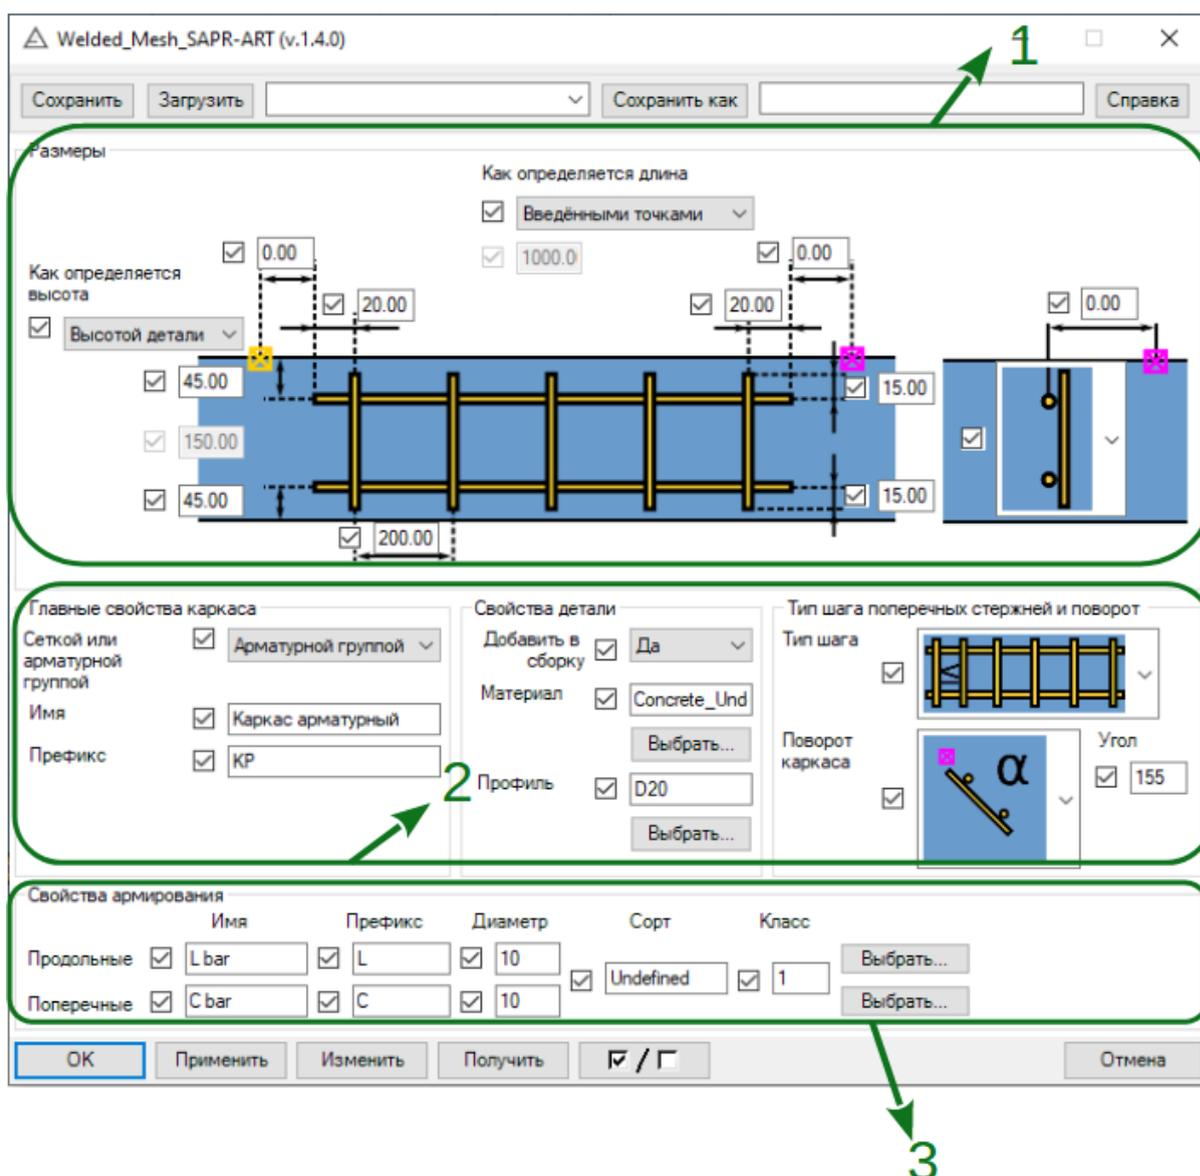

Рис. 2. Главное окно плагина
В главном окне плагина есть представлены следующие группы настроек (см. рис. 2):
1. Группы **“Размеры”** - размеры для сварной сетки или изменения защитных слоёв (см. рис. 2 область 1)
2. Группы настроек **“Главные свойства каркаса”**, **“Свойства деталей”**, **“Тип шага поперечных стержней и поворот”** - назначение свойств для сетки (см. рис. 2 область 2)
3. Группа **“Свойства армирования”** - позволяет изменять такие свойства как **“Имя”**, **“Префикс”**, **“Диаметр”** и т.д. (см. рис. 2 область 3)